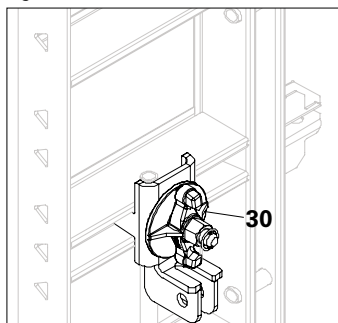

Fig. A6.07b
2. Serrare la contropiastra dado alette DW 15 (30) per assicurarsi che il gancio a J (1a) sia adeguatamente fissato con un tubo di irrigidimento. (Fig. A6.07b)